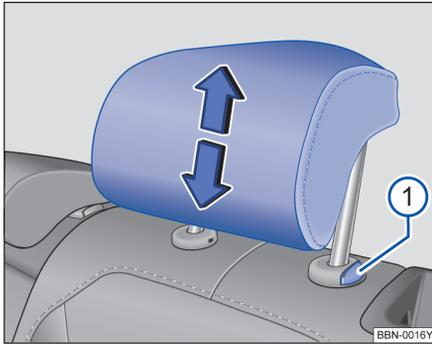

图 70 调整后排头枕
- 按住按钮→图 70①，同时沿箭头方向上推或下压头枕即可将头枕调整至合适高度。